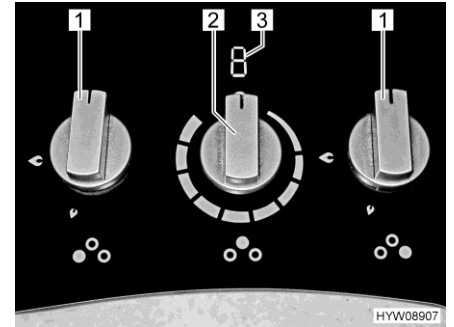

Fig. 199 Elementos de mando (cocina de gas con placa de inducción)
- Girar el regulador giratorio (Fig. 199,1) correspondiente al quemador deseado a la posición de encendido (llama alta).
- Girar el regulador giratorio (Fig. 199,1) a la posición 0. La llama se apaga.
- Girar el regulador giratorio (Fig. 199,2) de la placa de inducción al ajuste deseado. La visualización (Fig. 199,3) indicará el valor ajustado.
- Girar el regulador giratorio (Fig. 199,2) de la placa de inducción a la posición 0. Se apagará la visualización (Fig. 199,3). Mientras que la temperatura de la placa de inducción sea más alta que 60 °C después de desconectar, la visualización mostrará "H" (indicador de calor residual).
En la placa de inducción se visualizarán los siguientes datos (Fig. 199,3):